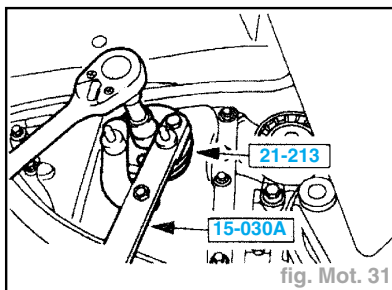

fig. Mot. 31
- poser l'outil de la dépose avec les vis de la poulie/amortisseur de vibrations du vilebrequin et serrer à la main (fig. Mot. 31),
- fixer l'outil de pose avec les vis de la poulie/amortisseur de vibrations du vilebrequin (fig. Mot. 31),